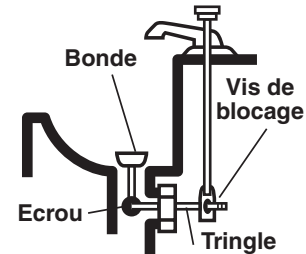

Figure 4
- En présence d'une bonde d'évier, il sera nécessaire de retirer la bonde et sa tige filetée (Figure 4). N'oubliez pas de placer un récipient sous le siphon ou dégorgement pour récupérer les fuites d'eau éventuelles.